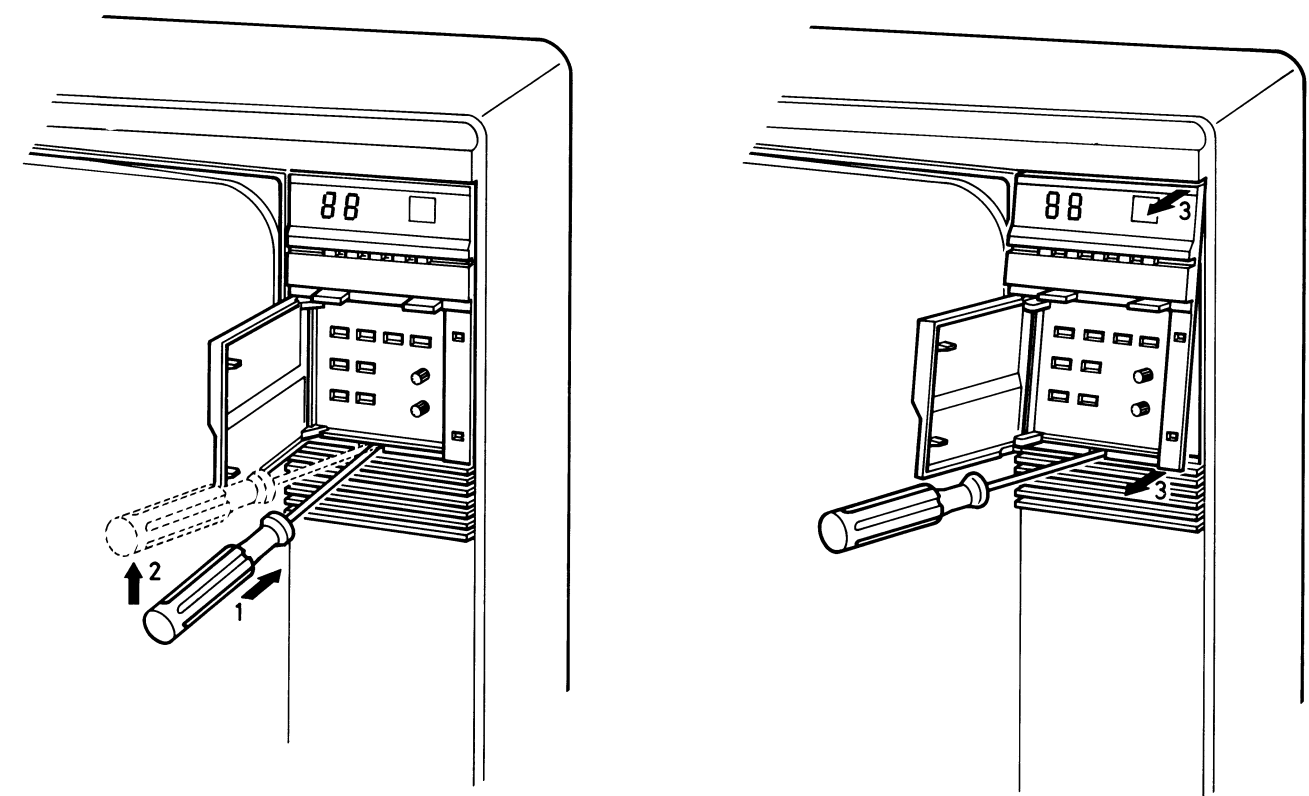

Fig. II-10
8. Bei mehreren Geräten lässt sich der obere Teil der Bedienungsplatte gemäss Bild II-10 herausnehmen. Bei anderen Ausführungen wird Entriegelung über die Rückseite notwendig sein oder soll erst das Lautsprechergitter abgenommen werden. Die Gehäusezeichnung im Geräteblatt wird dies klar zeigen.